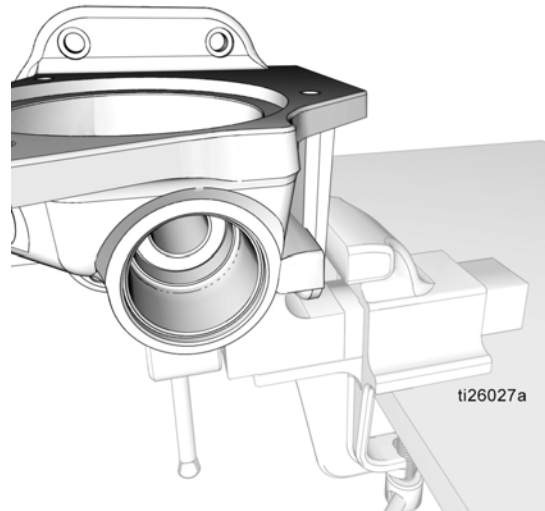

FIG. 40
- 4. Coloque de nuevo la base de la bomba (1) en el tornillo de banco como se observa en FIG. 40.